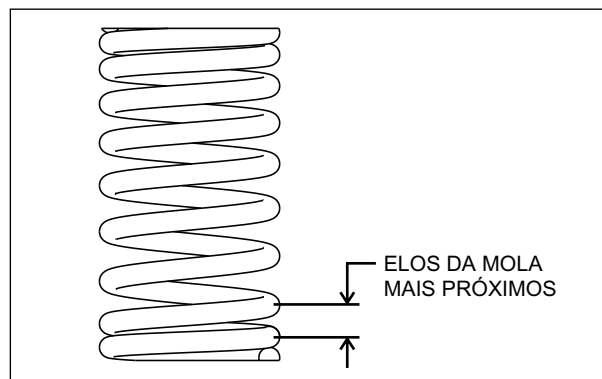

Fig. 3.76
- Instale a mola da válvula interna e a mola da válvula externa de modo que o passo menor das molas das válvulas fiquem voltados para baixo. (Fig. 3.76)